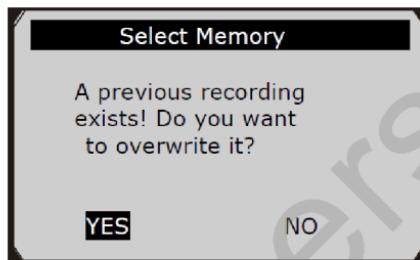

Рис. 5.23
- Если выбрана ячейка памяти со знаком (*), появляется сообщение с предложением перезаписать данные (рис. 5.23).